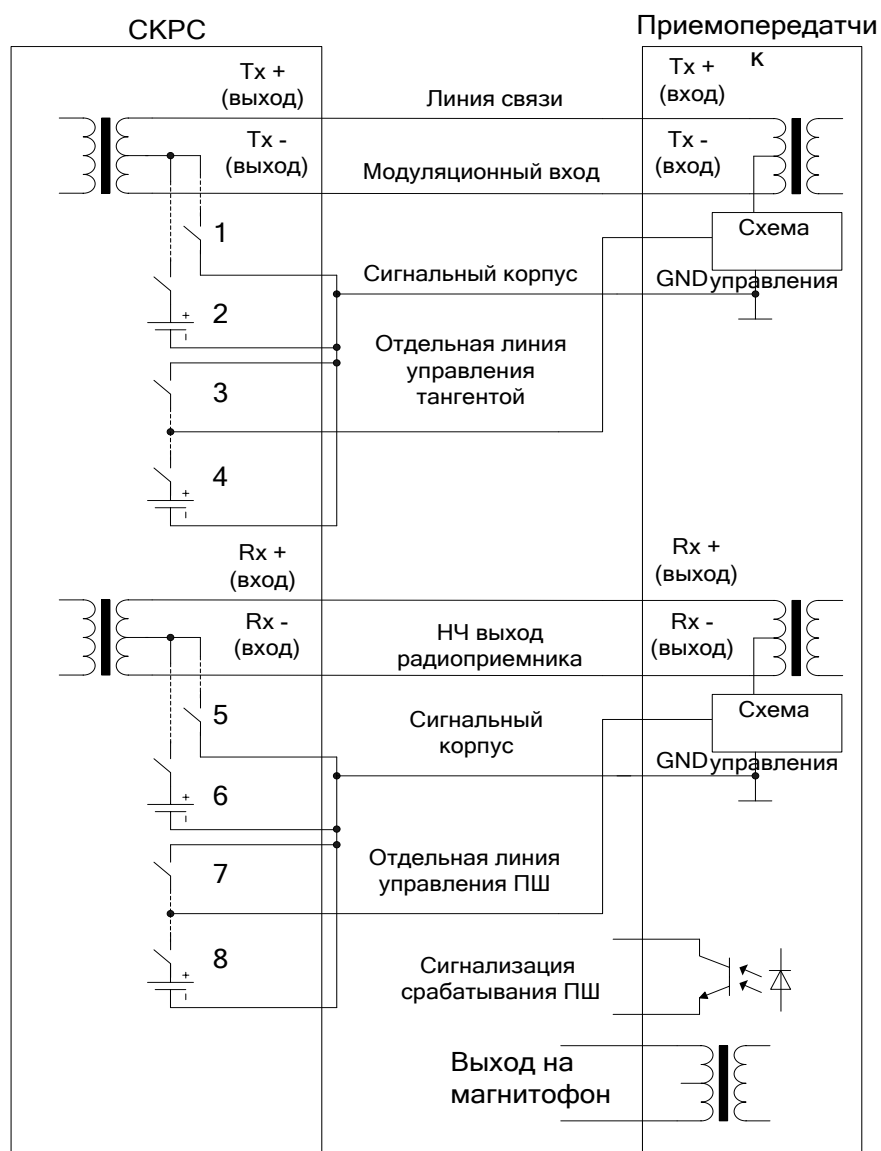

Рисунок 5 – Пример подключения Изделия к СКРС
1.5.1.1 Ниже (Рисунок 5) показан пример подключения Изделия к системе коммутации речевой связи (СКРС).